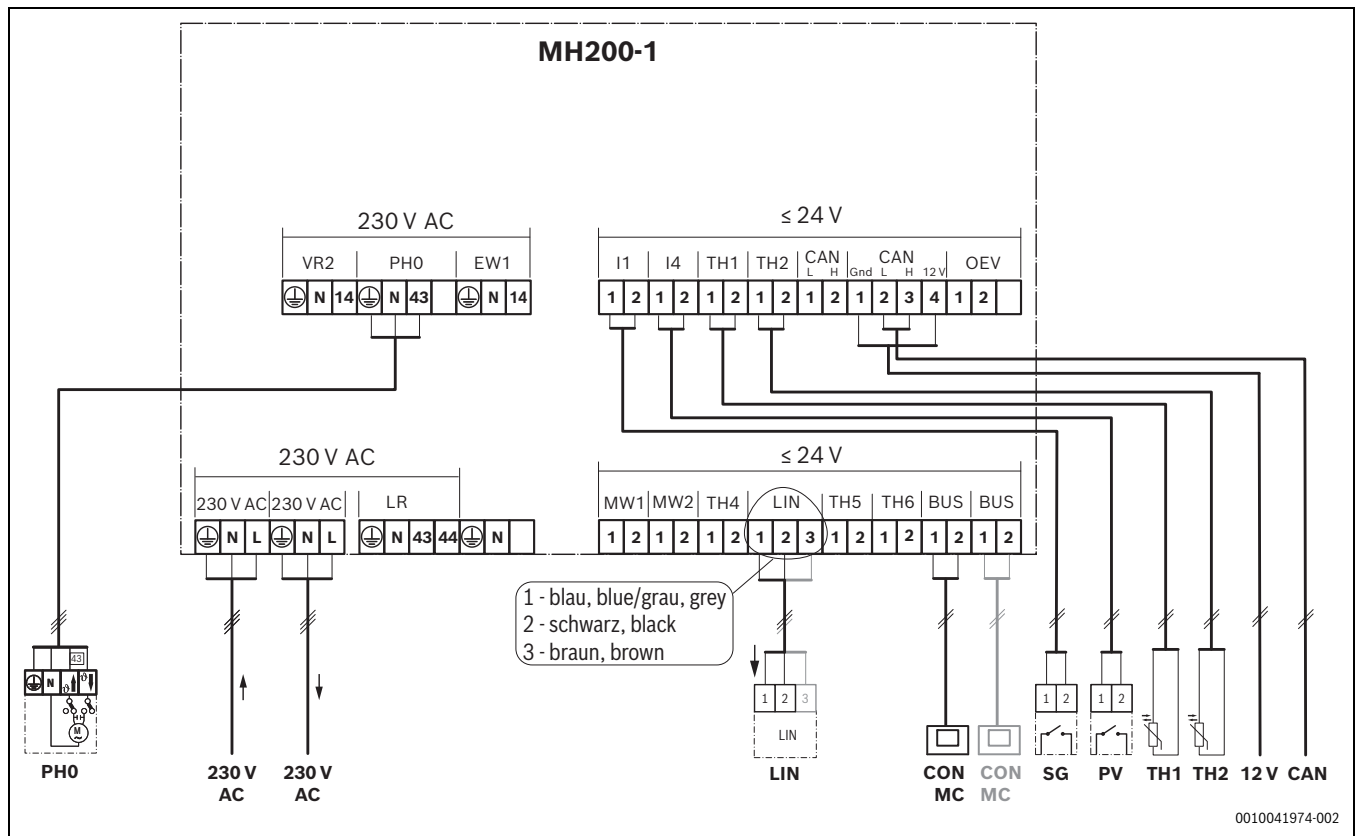

Fig. 3 Aperçu attribution bornes de raccordement
- ▶ S'assurer que les câbles sont raccordés aux bornes correspondantes marquées sur le module (→ Fig. 3).